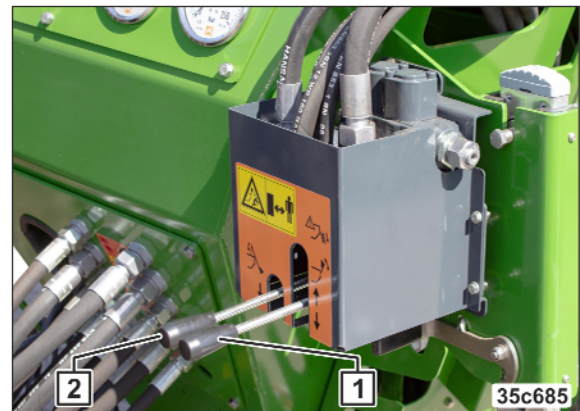

Bild 218
9. Manövrera styrenheten (Bild 218/2).